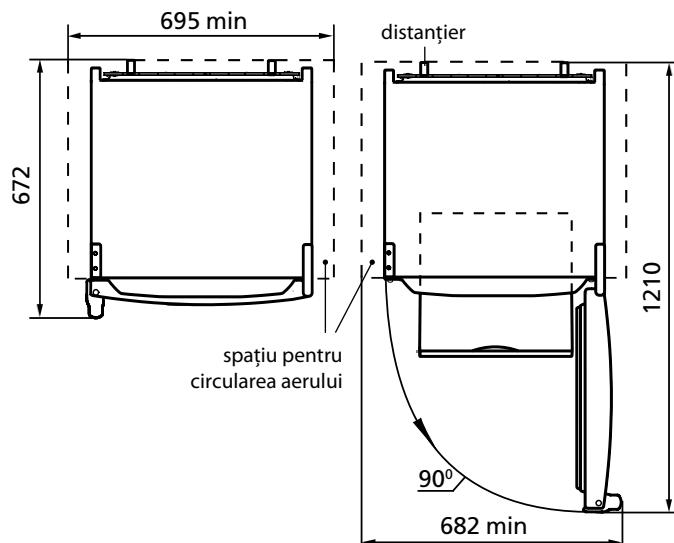

Figura 2 – Congelator (vedere de sus)
1.3 Spațiul necesar pentru instalarea congelatorului este determinat conform dimensiunilor arătate în Figura 2 (mm). Pentru a ușura scoaterea pieselor din congelator ușa trebuie să fie deschisă la 90° minim.